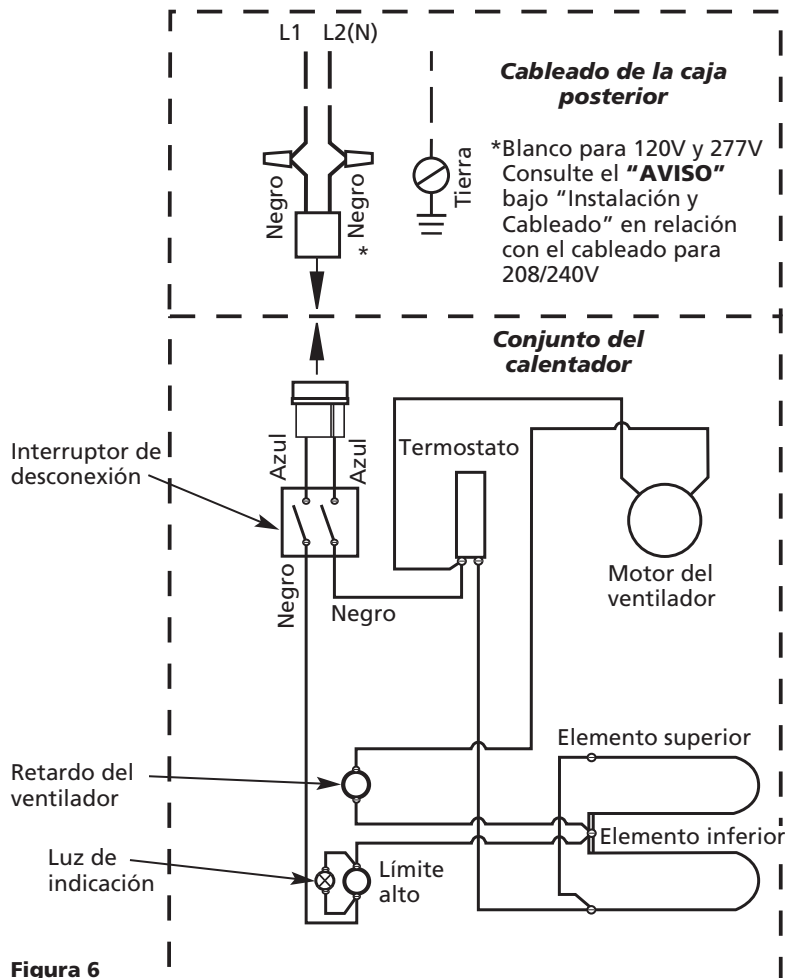

Figura 6
1. Siguiendo el diagrama de cableado (Figura 6), conecte los cables de suministro eléctrico a los conductores principales del calentador en la caja posterior.